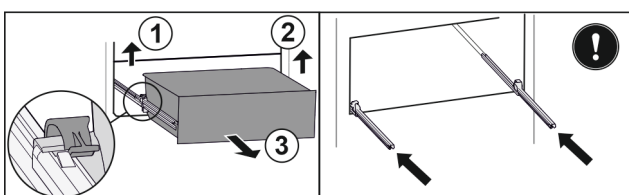

Fig. 29*
- ▶ Приподнимите левый зажим и одновременно вытяните движением вперед выдвижной ящик слева Fig. 29 (1).*
- ▶ Приподнимите правый зажим и одновременно вытяните движением вперед выдвижной ящик справа Fig. 29 (2).*
- ▶ Извлеките выдвижной ящик движением вперед Fig. 29 (3).*